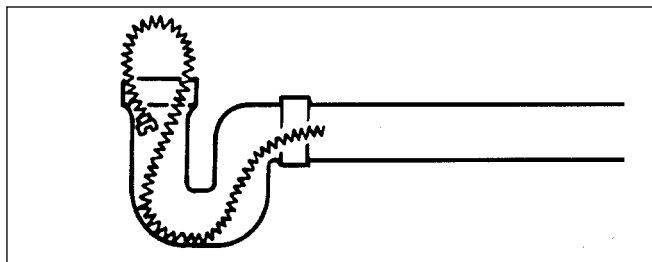

Figure 7 – Bouclage du câble au point d'entrée
- Arrimez le câble en le bouclant dans le point d'entrée (Figure 7). Cela peut s'avérer particulièrement utile lorsqu'il s'agit d'une canalisation à forte pente.